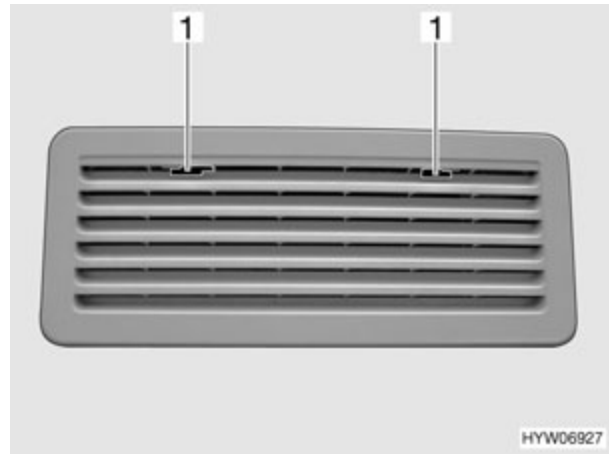

Fig. 148 Rejilla de ventilación del frigorífico (variante 3)
- Deslizar el bloqueo (Fig. 148,1) hacia el centro.